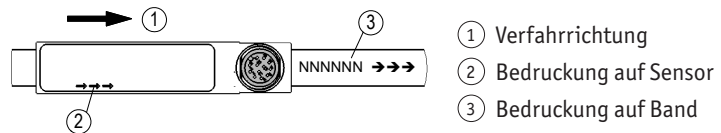

Abb. 7: Ausrichtung
- Auf richtige Ausrichtung des Magnetsensors achten, damit die optimale Abtastung gewährleistet ist (siehe Abb. 7).
2. Die Pfeilrichtung des Sensoraufdruckes muss mit der Pfeilrichtung des Bandaufdruckes zum Abgleichen übereinstimmen (Abb. 7).